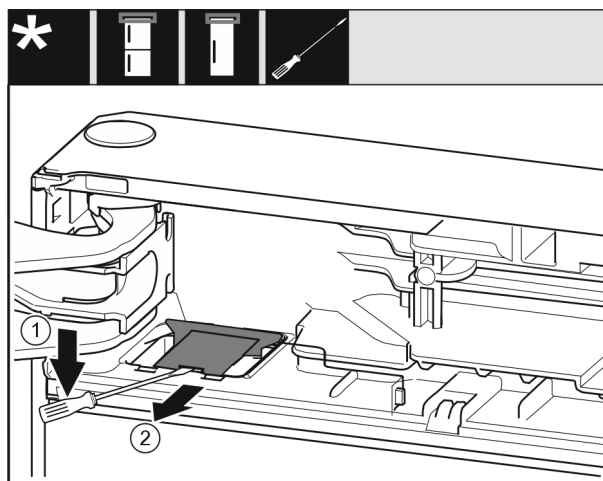

Fig. 10
- ▶ Με ένα ίσιο κατσαβίδι ξεκουμπώστε το κάλυμμα Fig. 10 (1).
- ▶ Αφαιρέστε το κάλυμμα Fig. 10 (2).